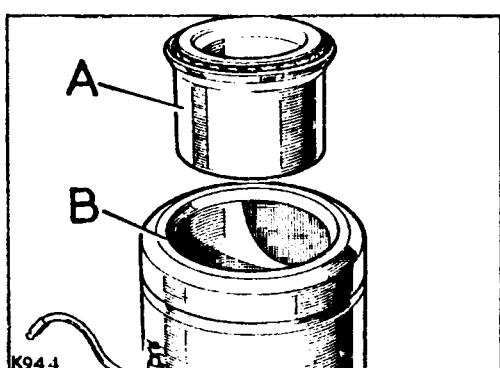

Fig. G1-52.- Cojinetes de la columna de dirección
1.10.- Si fuese necesario se desmontará el cojinete de bolas, A (Fig. G1-52), y en los modelos antiguos el casquillo y retén de la parte superior de la columna de dirección.